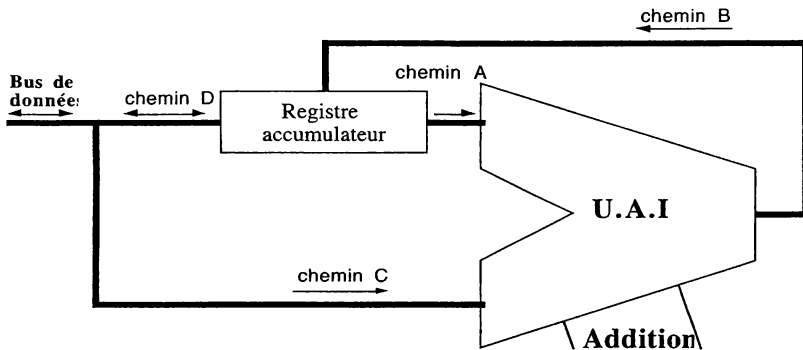

Figure 1.4. *Principe de base*
1.2.1. Fonctionnement (voir figure 1.4)